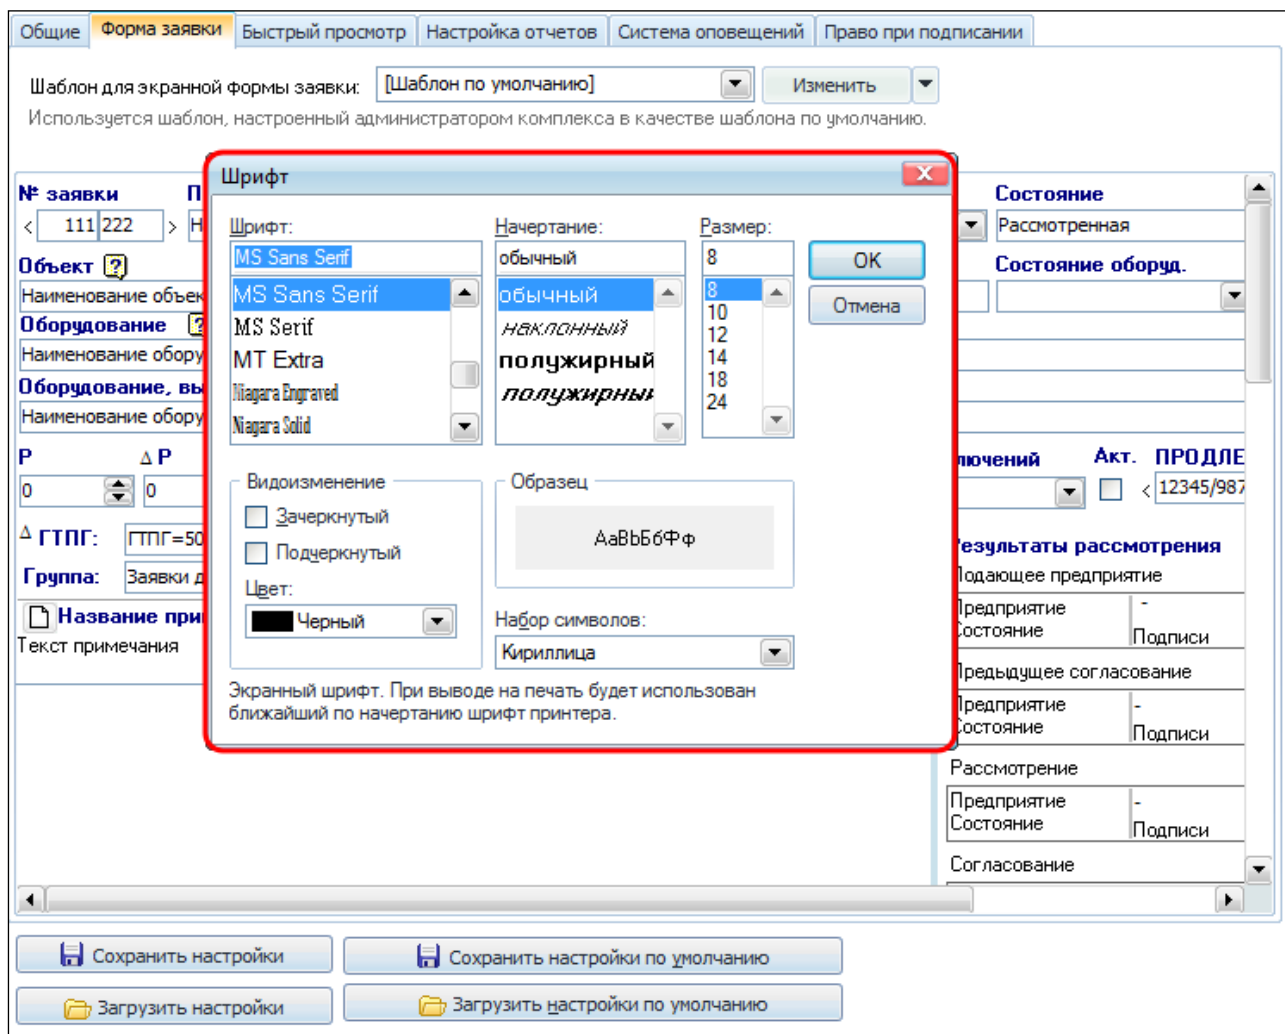

Рисунок 16.19 – Настройка ФОЗ
Настройка формы заявки осуществляется на вкладке «Форма заявки» (Рисунок 16.19).
- «*Настройка шрифта*». В выбранном шаблоне также можно изменять размер и начертания шрифтов для каждого поля ФОЗ (Рисунок 16.19). Для этого необходимо щелкнуть левой кнопкой мыши в поле и с помощью стандартной формы «Шрифт» произвести настройки.